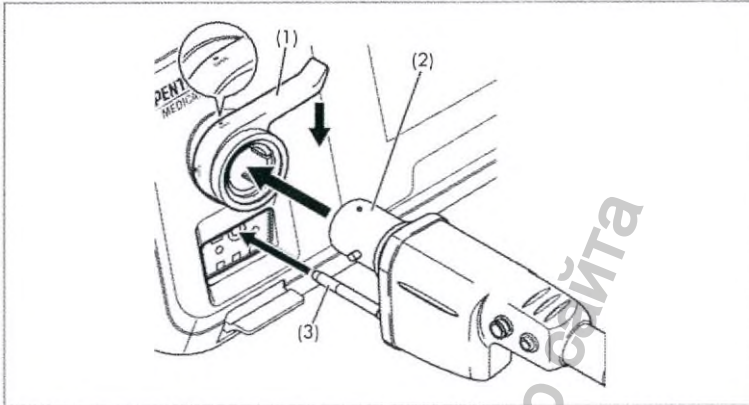

Рис. 4.8
2. Надежно подсоедините эндоскоп к электрическому разъему эндоскопа, как показано на Рис. 4.8.